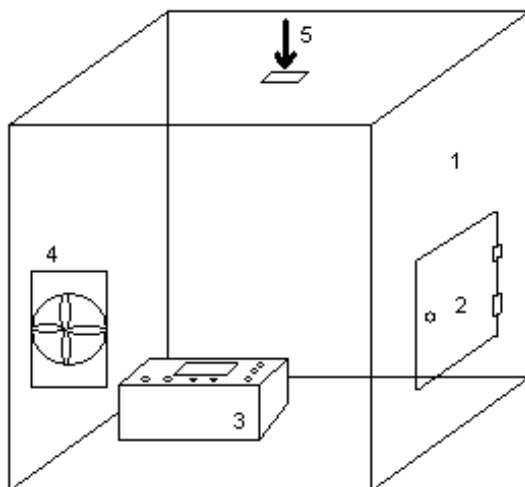

Рис. 3. Схема газовой камеры КГ-100 для проверки переносных ГС «КОМЕТА-М» серии ИГС-98.
3.4.2. Для этого собирают установку, изображенную на рис. 3. Прибор помещается полностью в камеру через герметичный люк. В камере из прозрачного материала находится вентилятор для перемешивания воздуха, ввод для микродозатора жидкой пробы вещества и две герметичные рукавицы для работы с прибором в камере при настройке.